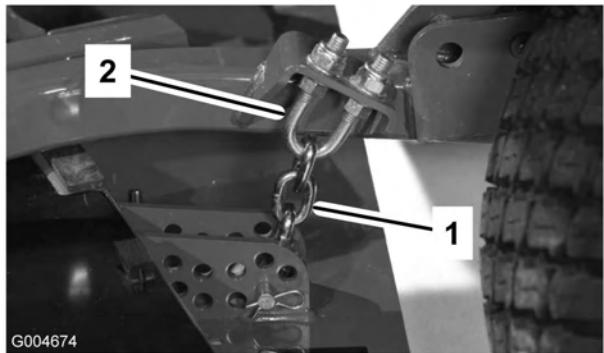

Figura 81
- Allentate i controdadi sulla parte superiore o inferiore del bullone a U della catena dell'altezza di taglio (Figura 81).